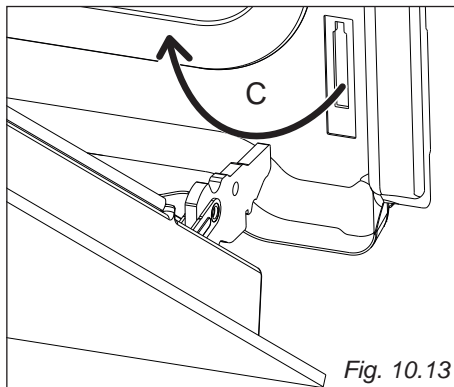

Fig. 10.13
- Estrarre i ganci delle cerniere (destra e sinistra) dal loro alloggiamento (freccia "C" - fig. 10.13).